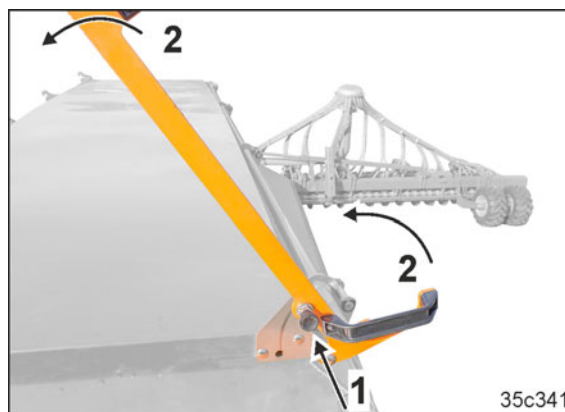

Fig. 254
3. Pivotați maneta în sus. Acordați atenție ca bolțul tensionat cu arc să se înclișeteze (Fig. 254/1).
Ambele mânere (Fig. 254/2) folosesc la deschiderea capacului buncărului de alimentare.
2. Închideți capacul buncărului de alimentare. Mânerele (Fig. 254/2) folosesc la închiderea capacului buncărului de alimentare.